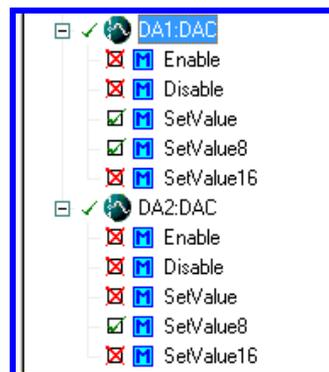

Figura 4.102 Bean de DACs (Seno desfasada).
6.-Para poder generar dos funciones seno tendremos que dar de alta dos convertidores Digitales- Analógicos. Figura 4.102